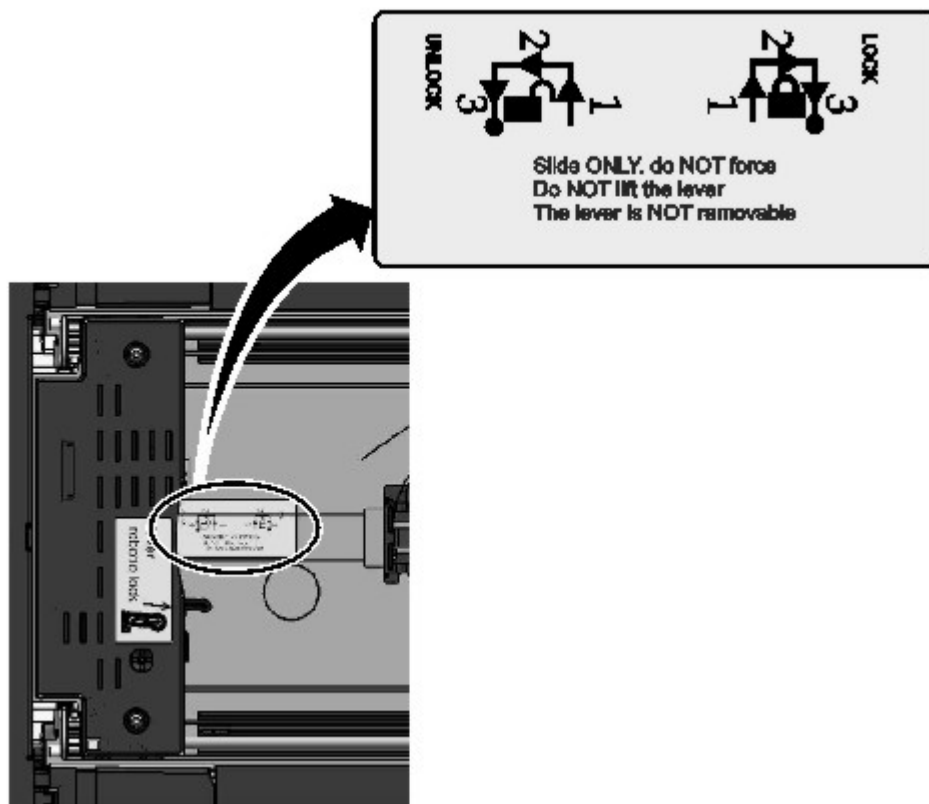

Figura 71. Desbloqueo del robot
10. Desbloquee la palanca y aparte a un lado el descriptor de acceso. Consulte Figura 71 en la página 156.